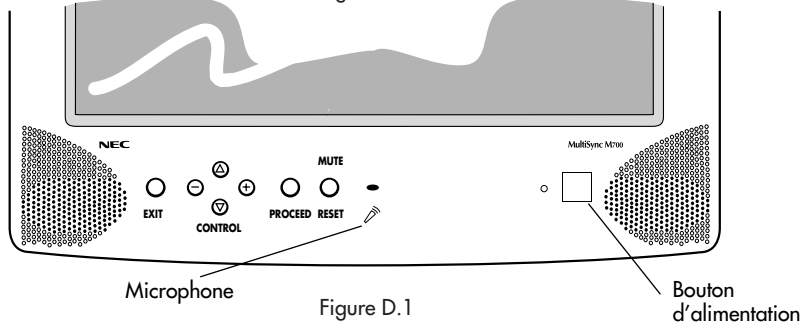

Figure D.1
Connectez une écouteur à "écouteur" fiche à le moniteur biseau marque "🎧" (**Figure D.1**). Lorsque la fiche du casque d'écoute est insérée dans la prise du casque d'écoute, les haut-parleurs sont débranchés automatiquement et le son se fait entendre à travers les écouteurs. Vous pouvez vous procurer une écouteur chez votre magasin d'électronique local.
- Mettez le moniteur (**Figure D.1**) et l'ordinateur sous tension.